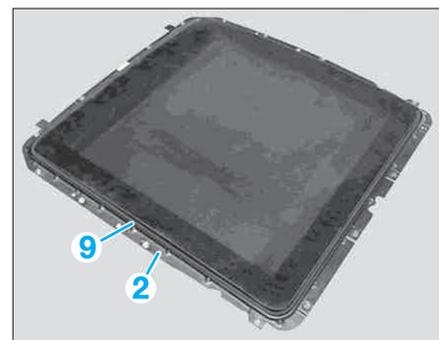

FIG. 62
- À l'aide d'un autre opérateur, déposer les pinces de maintien (1), détacher le toit panoramique et le retirer en arrière en le faisant passer par une porte arrière.
- Enlever complètement l'ancien joint (9) du toit du véhicule ainsi que les résidus de produit d'étanchéité sur le plan de joint du toit du véhicule et le nettoyer (Fig.62).